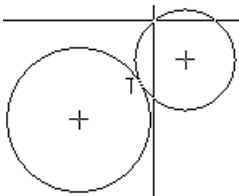

图 4.3.10 捕捉参照绘制
Step3. 选择   命令，用捕捉工具（如参照的端点、顶点、中点或者相切参照等）确定圆的大小，如图 4.3.10 所示，捕捉相切约束确定圆的半径。